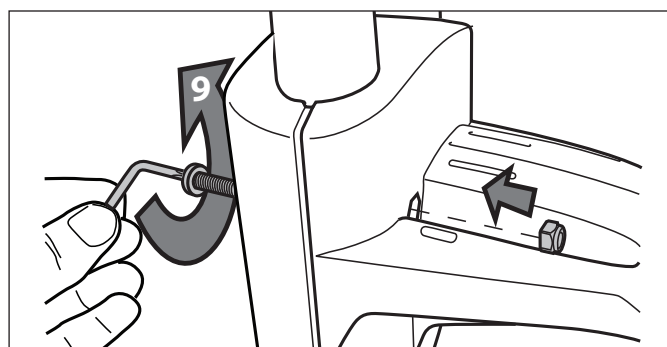
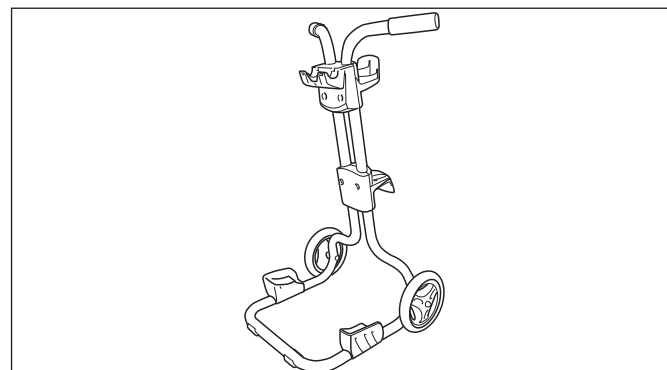

Figure 8. Bien fixer la plaque du crochet de câble
Figure 9. Transport et stockage du chariot assemblé
- Fixer la plaque du crochet du câble en utilisant deux (2) boulons et deux (2) écrous et serrer avec la clé Torx. Se référer à la figure 8. Le chariot de déplacement est déjà prêt à être utilisé comme illustré à la Figure 9.